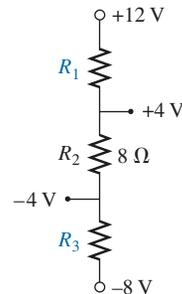

FIG. A4.121
- *38. Dada la información que aparece en la figura A4.121, determine el nivel de resistencia de R_1 y R_3 .